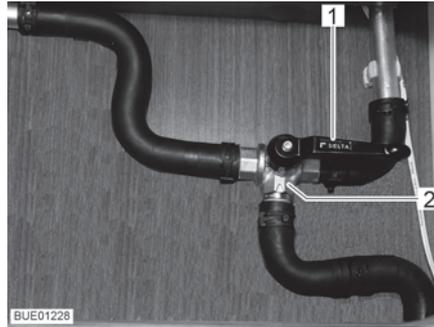

Fig. 139 Valvola a 3 vie
- Posizionare la leva (Fig. 139,1) della valvola a 3 vie (Fig. 139,2) parallela alla direzione di flusso diretta (Fig. 139).
- Posizionare la leva (Fig. 139,1) della valvola a 3 vie (Fig. 139,2) trasversale alla direzione di flusso diretta.